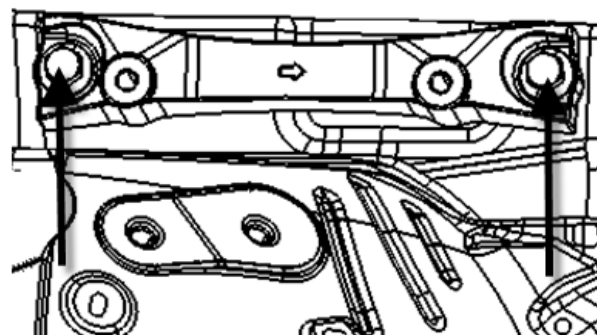

图 7
2.4.4 拆下动力总成右悬置支座安装底座总成与车身连接的两个螺栓（如下图7所示），即可拆下动力总成右悬置支座安装底座。
2.5.1 把动力总成右悬置支座安装底座总成通过两个螺栓安装到车身上（如下图7所示）。
2.6.1 将动力总成右悬置支座安装底座与车身连接的两个螺栓打紧力矩为 55 N.m(如下图 7 所示)。